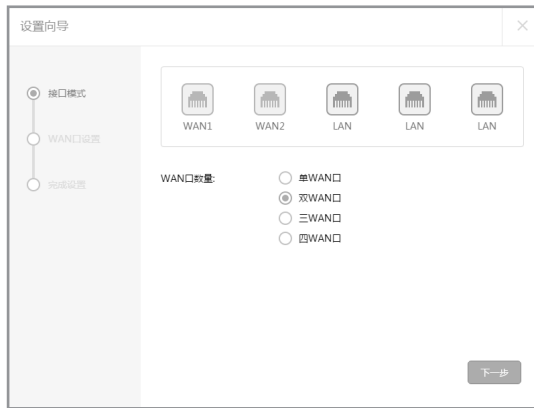

图4-2 快速配置界面
5. 登录后进入快速配置界面，如图4-2所示。您可以根据自身情况选择WAN口数量，选择完成后，点击“下一步”。